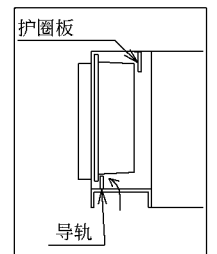

图 6
- (3) 将过滤网沿着导轨向上推。(图 6)
- (4) 将步骤 (1) 中拆下的底板装回原位完成安装。